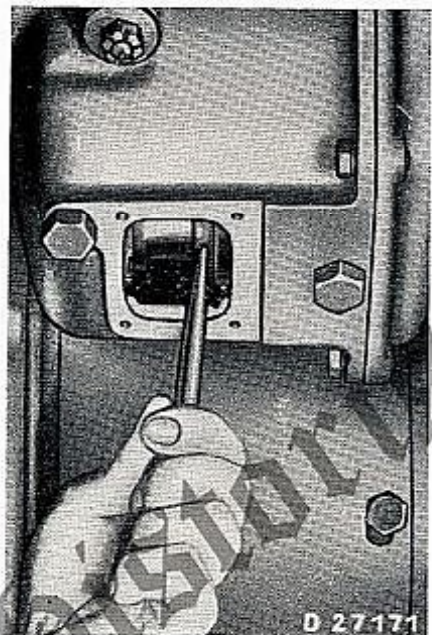

Bild 141
5. Rundmutter mittels Drehstift um $1/2$ Umdrehung rechts drehen (s. Bild 141).